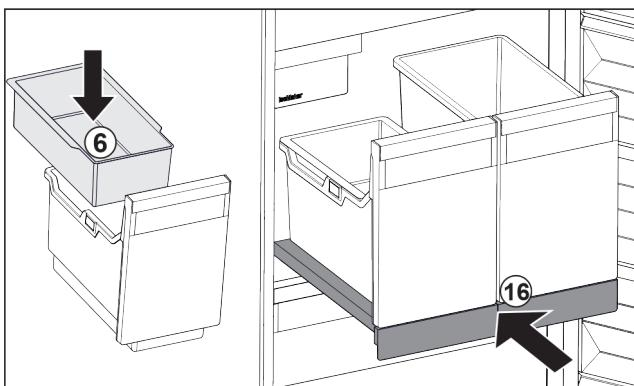

Fig. 87
- Вставьте навесной лоток Fig. 87 (6) для кубиков льда.
- Вставьте выдвижную панель с контейнером (IceTower). Fig. 87 (16)